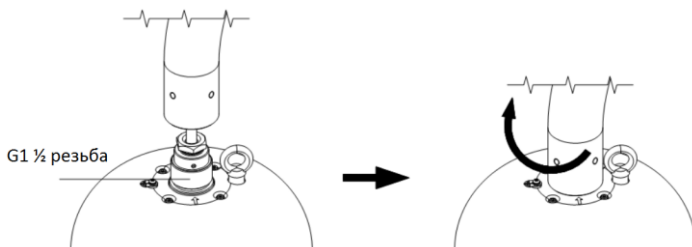

Рисунок 2-8 Установка кронштейна
3. Проложите кабели через кронштейн. Обмотайте G1 ½ резьбу ФУМ лентой, совместите камеру и кронштейн и вращайте по часовой стрелке, пока камера не будет надёжно закреплена (рисунок 2-8).